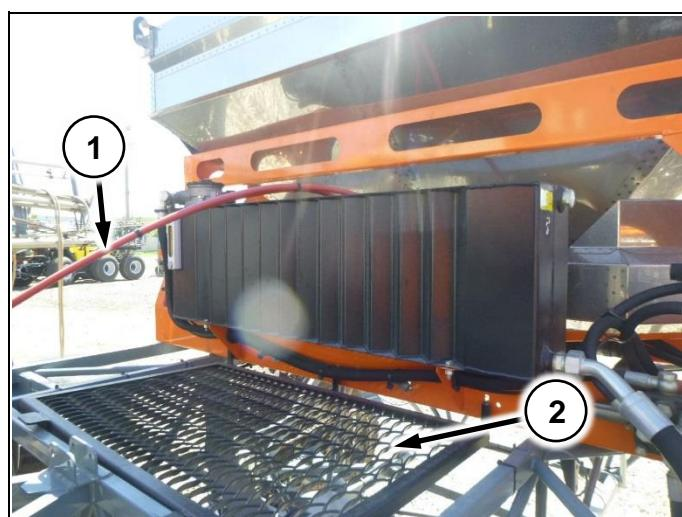

Рис. 54
5. Проложите троса управления заслонками по раме (Рис. 54/1) и соедините с рычагом в кабине (Рис. 36)
6. Установите настил на раму (Рис. 54/2)